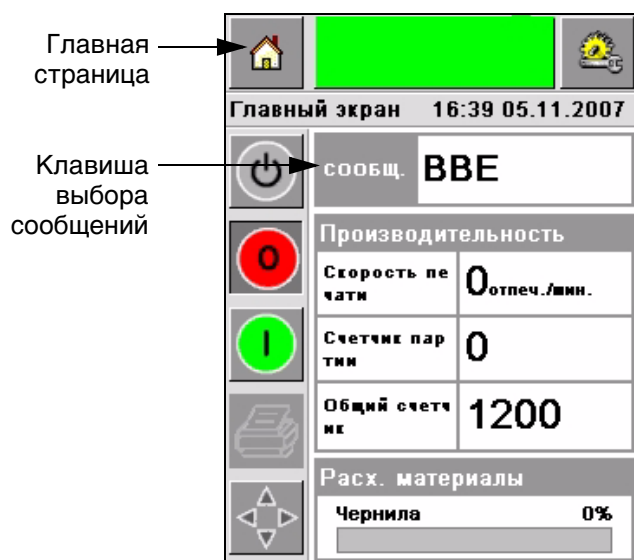

Рисунок 5-1: Клавиша выбора сообщений
- 1 Нажмите клавишу Сообщение на Главной странице (Рисунок 5-1 на странице 5-2).